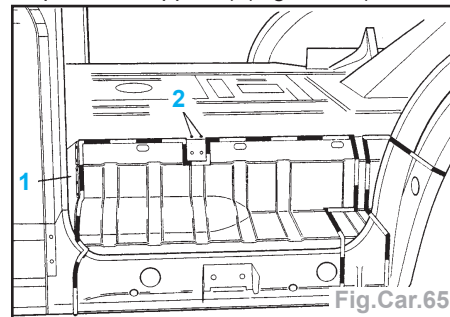

Fig.Car.65
- C'est pourquoi, pour les véhicules construits jusqu'à 06.92, il faut remplacer en même temps la tôle de fermeture arrière (1) (désignation pièce de rechange : «patin de support») (Fig.Car.65).